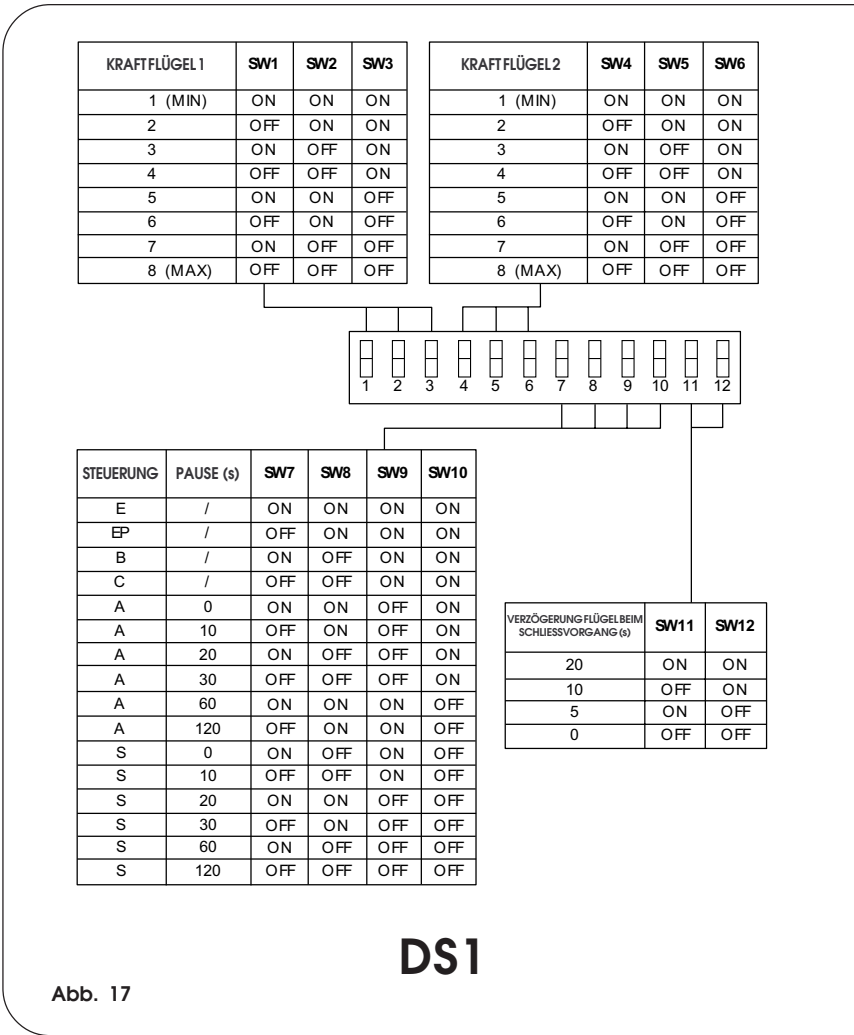
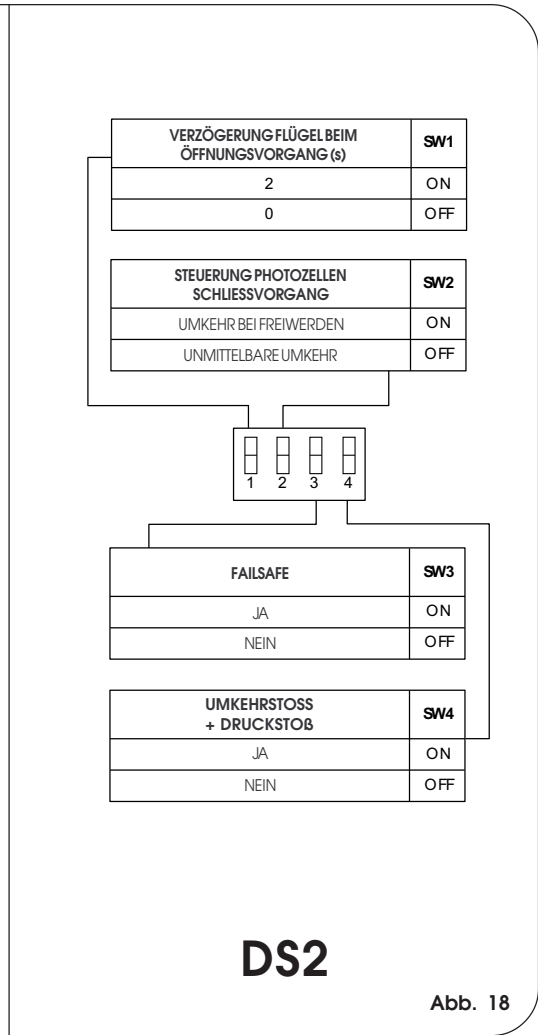

Abb. 17
Abb. 18
Das Gerät ist mit zwei Gruppen von Mikroschaltern ausgestattet: DS1 (Abb. 17) und DS2 (Abb.18). Diese ermöglichen die Programmierung der Betriebsparameter des Tors.
5.1. MIKROSCHALTER DS1 (Abb. 17)
5.2. MIKROSCHALTER DS2 (Abb. 18)